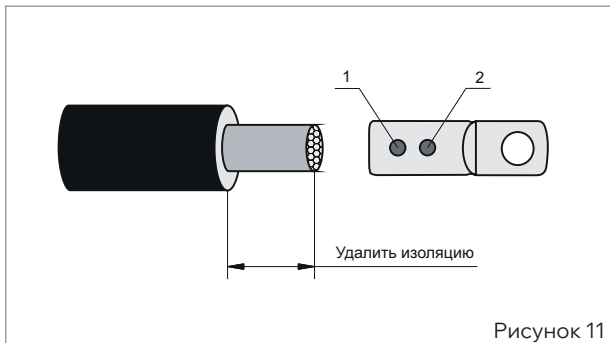

Рисунок 11
■ При использовании наконечников со срывными болтами (рис. 11) плавно, без рывков, затянуть болты до срыва головок, в последовательности, указанной на рис. 11, придерживая наконечник трубным ключом или специальным приспособлением. Выступы болтов спилить напильником до уровня поверхности наконечника, опилки тщательно удалить.